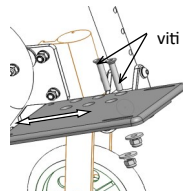

fig. 7.3: Regolazione profondità
• Regolazione profondità del poggiapiedi (fig.7.3):